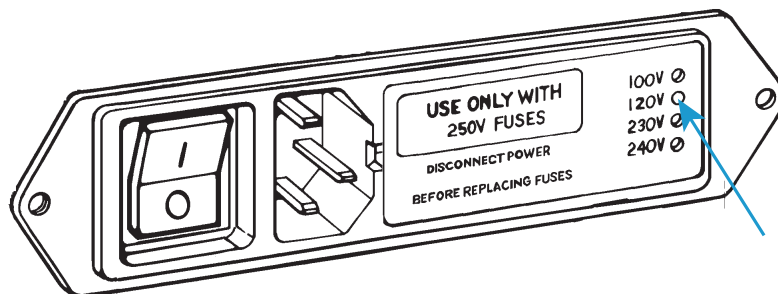

图 4. 带有电压设置的电源输入接口
2. 检查电源输入接口，并参阅 第 34 页 图 4。接口右侧竖直排列着四个孔，每个孔对应一个不同的线路电压。其中一个孔内的白色塑料指针指明当前的电压设置。图 4 中标明的电压为 120V。
3. 从电源输入接头上卸下保险丝盒 (1)，露出电压选择卡 (2)，如下图所示。
4. 使用尖嘴钳卸下电压选择卡 (2)，如下所示。电压指针标有标记 (3)。
5. 放置电压选择卡，使指针 (3) 朝上，如下图所示。保持指针位置不变，旋转此卡直到所需的电压设置显示在卡的底部。
8. 将保险丝座重新安装到接口中。确保指针现在指示正确的输入电压。参见第 34 页图 4。